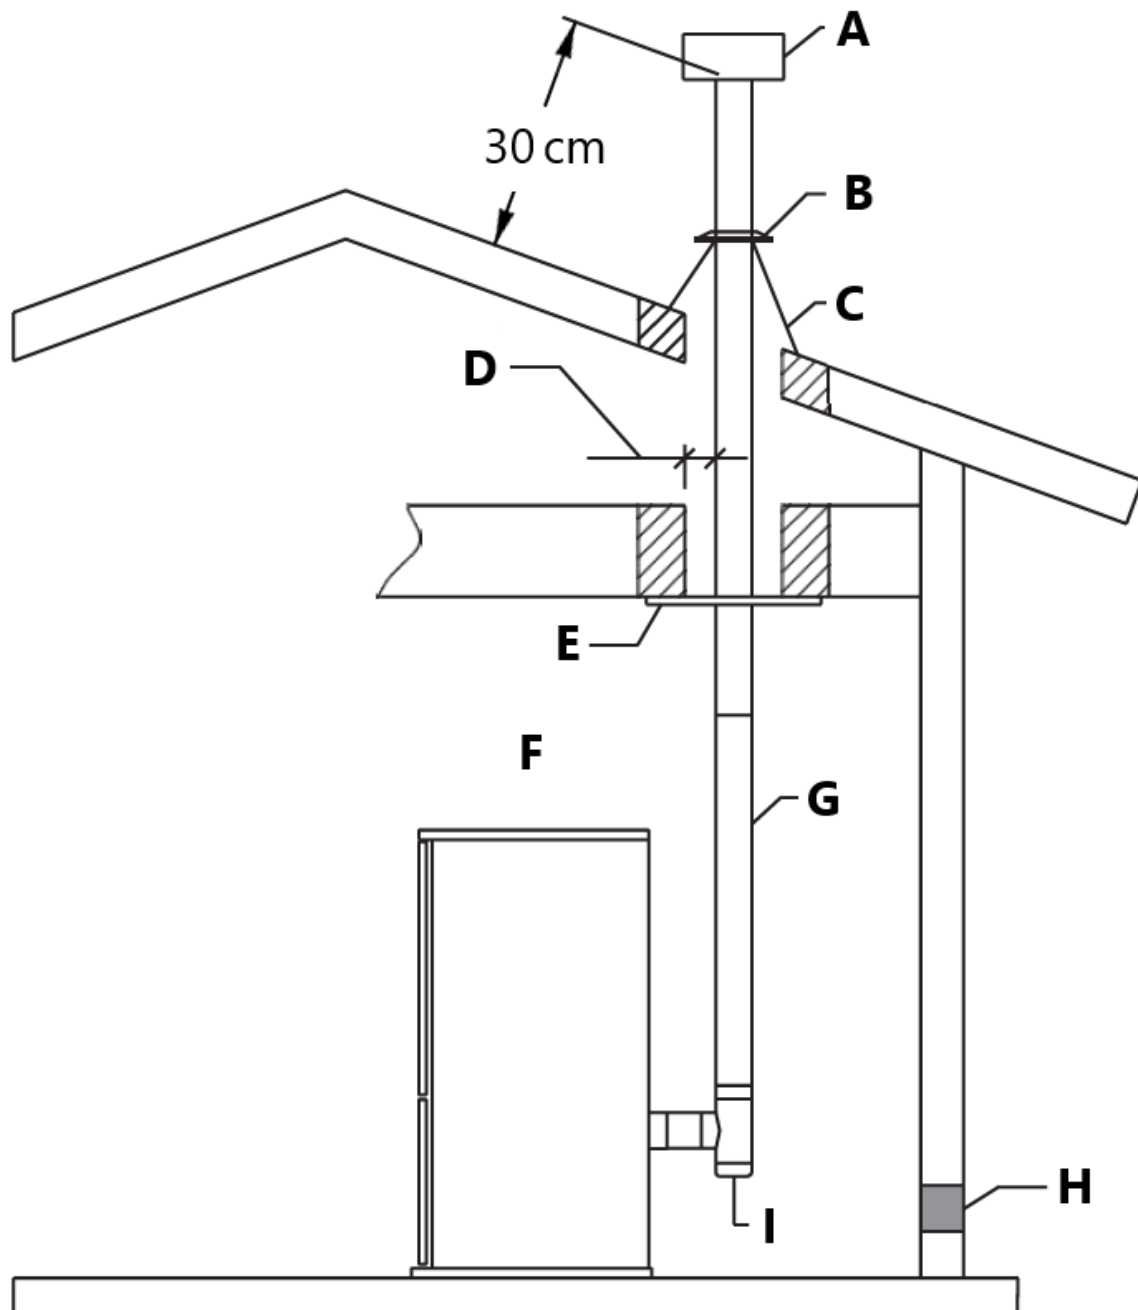

Fig. 11
- Förläng PL-ventilen minst 30 cm ovanför taklinjen och avsluta med en PL-listad regnmössa (Fig. 11). Om ventilen sträcker sig mer än 6' ovanför takgenomföringen, måste takstångsstolpar och ett takstagsband användas för att ge sidostöd. I geografiska områden som upplever ihållande låg omgivningstemperatur rekommenderas att omsluta yttre ventiler under taklinjen. Detta hjälper till att minska kondens, sotansamling och dålig dragning.
- Sätt regnlocket på den övre ventilsektionen och vrid lås den till den övre ventilsektionen (Fig.11).